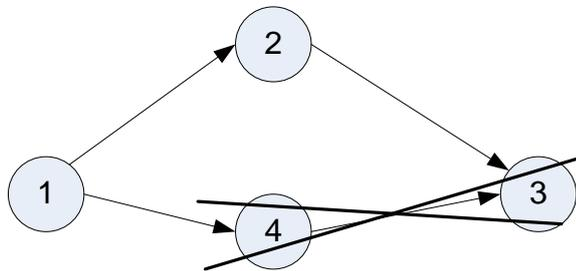

Рис. 1.10. Неправильна нумерація подій
12. Номер початкової події повинен бути менше номера кінцевої події (рис. 1.10).